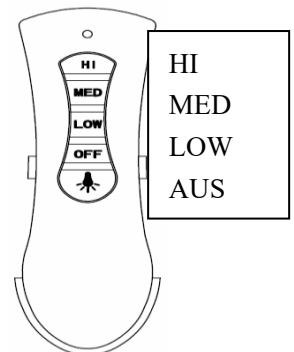

Abb. 13b
3. Setzen Sie die Fernbedienung in die Halterung. (Abb. 13b).